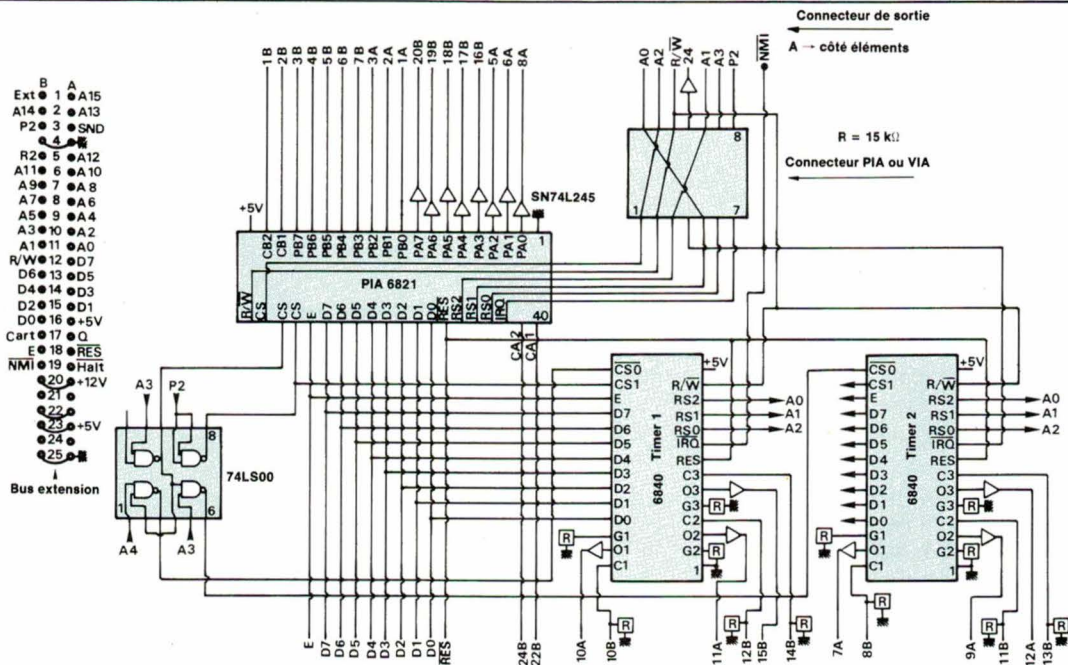

Fig. 5
c) Une carte entrées/sorties « timer » (fig. 5) constituée par deux circuits timer 6840 utilisés en compteurs d'événements. On dispose donc de 6 voies de mesure programmables individuellement. Cette carte est complétée soit par un PIA 6821, soit par un VIA 6522 (un connecteur de sélection est prévu à cet usage). Le PIA dispose de 16 lignes entrée-sortie plus 4 lignes de commandes. Le VIA dispose en plus d'un timer et d'un registre à décalage. Dans le montage présenté, la carte est équipée du PIA 6821 dont une sortie est destinée à la commande programmée du cycle d'éclairage par l'intermédiaire d'un triac. Les 8 lignes (PA₀ à PA₇) sont « bufferisées ».